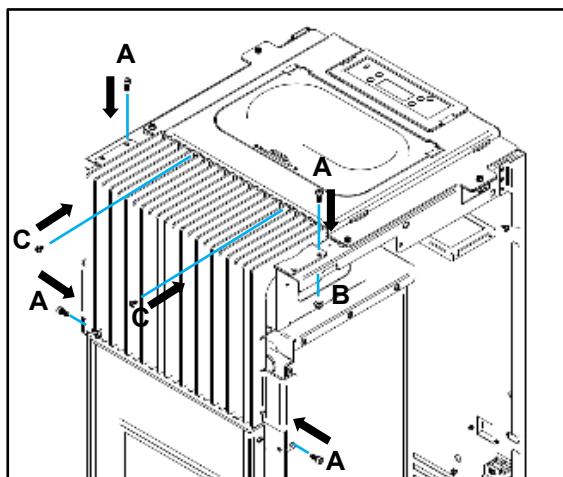

Figura 37 – Aperto da grelha frontal
c) Na parte superior da grelha fixar com dois parafusos **C** (DIN 7981 4,2x9,5) diretamente no tampo anteriormente colocado, de seguida fixar com dois parafusos **A** (DIN 912 M5x12) e utilizar porcas **B** (Porcas M5 DIN 6923), por fim, na parte inferior fixar com dois parafusos **A** (DIN 912 M5x12) diretamente na máquina, como demonstra a Figura 37.